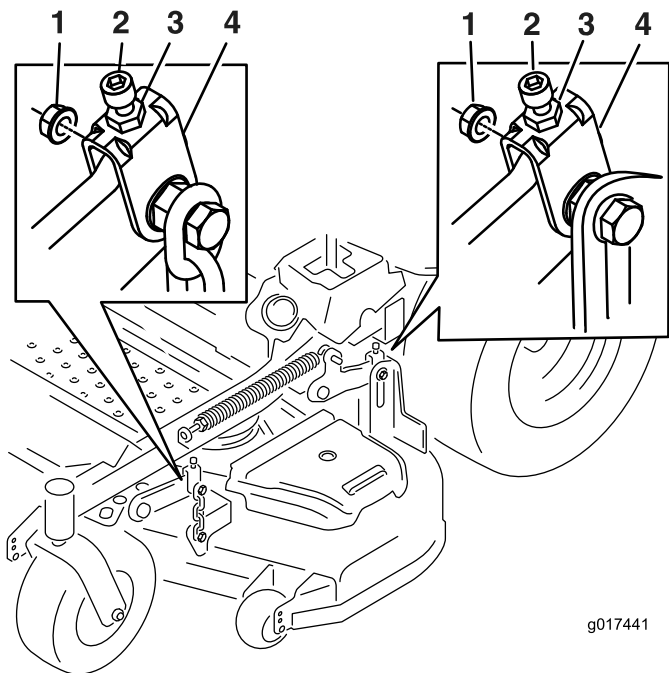

図 73
10. 必要であれば、ヨーク側面についているウィズロックナットと上部のジャムナットをゆるめる。所定の高さ 76 mm が達成されるように調整ねじを使って微調整を行う図 73 を参照。
- 所定の高さ83 mmが達成されるように調整ねじを使って微調整を行う図 73。